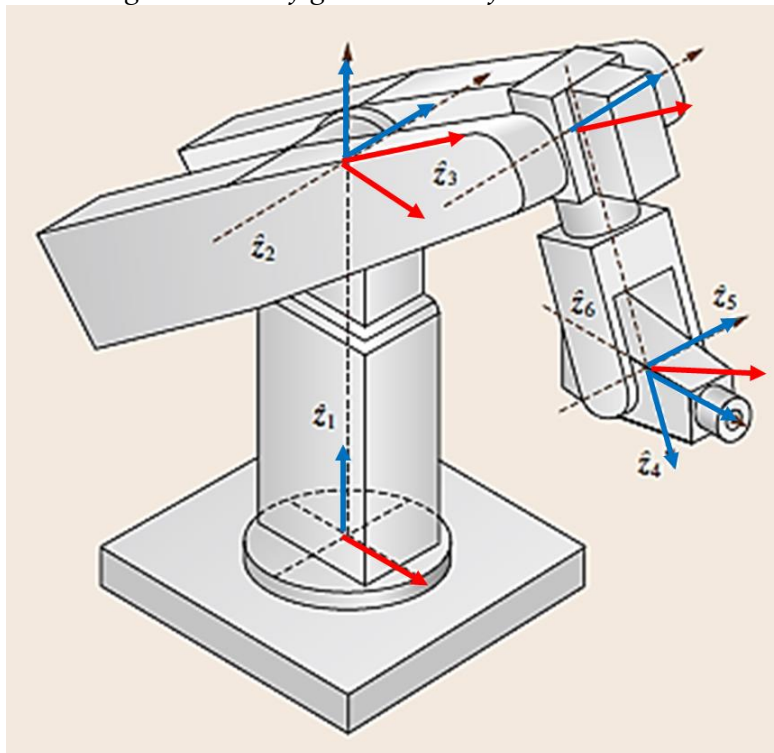

Figure 7 – Axes de rotation tels que définis dans le modèle géométrique.
3. Définir les sens de rotation afin de les faire coller au modèle géométrique : les axes de rotation des liaisons du modèle Multibody sont parfois opposés aux axes définis dans le modèle géométrique. Vérifier ces axes et appliquer un facteur correctif sur l'entrée en explorant le modèle Multibody (depuis le Mechanics explorer). Comparer les orientations des axes des « Revolute » avec la figure de référence de la figure 7.